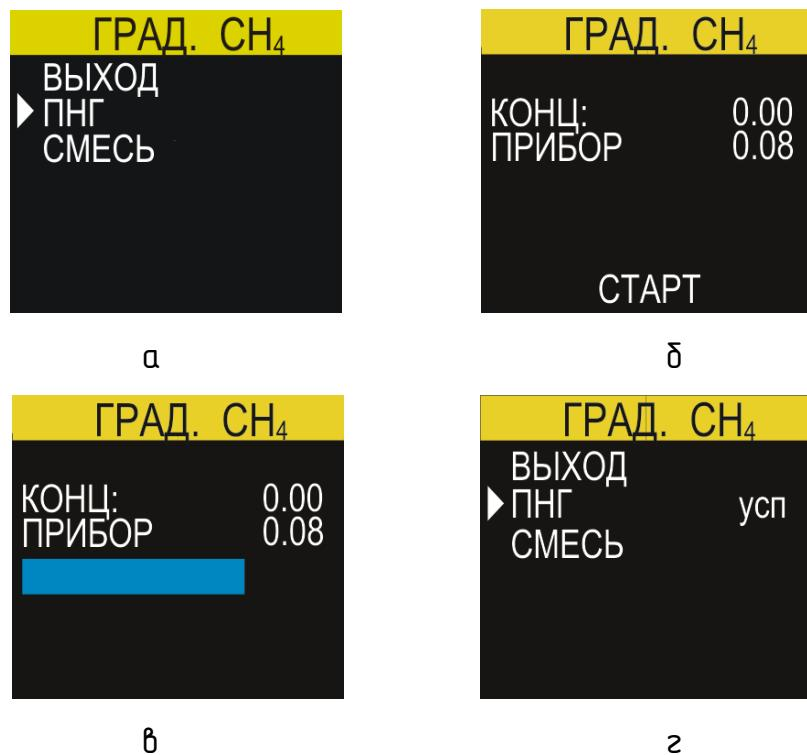

Рисунок 17. Меню градуировки метана. Выставление "нуля"
3.1.5 Далее необходимо произвести калибровку "нуля". Для чего выбрать в меню градуировки строку "ПНГ" и нажать кнопку "OK" (рис.17а). На дисплее отобразится содержание метана в ПНГ-азот ("КОНЦ.") и текущие показания прибора по каналу метана ("ПРИБОР") - см.рис.17б.
остальных газов - 180 сек) до тех пор, пока не исчезнет полоса загрузки (рис.17б), а дисплей не вернется на первый этап градуировки (рис.17г).